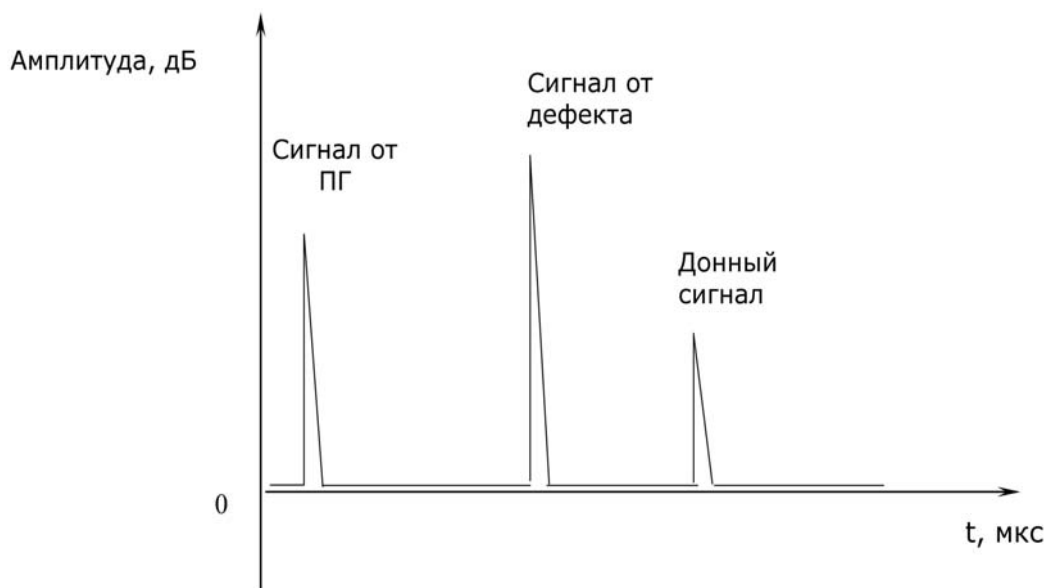

Рис. 4. Временная диаграмма принимаемых эхо-сигналов при измерении толщины образца, имеющего дефект.
3. Сигналы от дефектов (рис. 4).